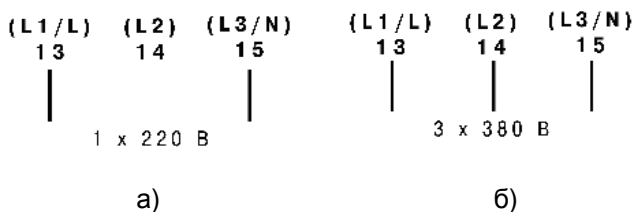

Рисунок 5.2 – Однофазное (а) и трехфазное (б) проводные соединения (для однофазного соединения клемма 14 (L2) – заглушена)
5.2.2.1 При однофазном питании провода следует подключить к клеммам 13 (L1/L) и 15 (L3/N) (см. рисунок 5.2 а).
5.2.2.2 При использовании трехфазного питания следует подключить провода ко всем трем клеммам (см. рисунок 5.2 б),